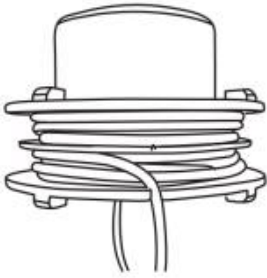

Fig. 67
4. Laissez enfin environ 200 mm de long et collez les lignes dans les fentes pour les maintenir en place. (Fig.67)